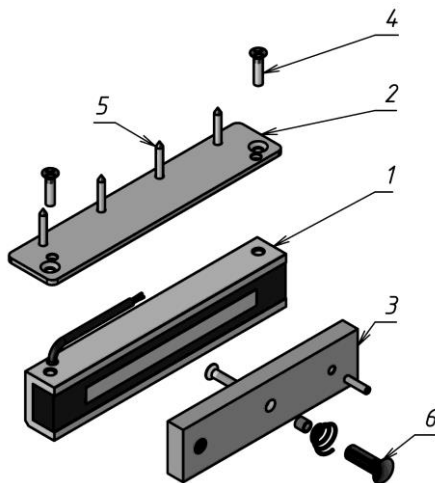

Рисунок 1 – Комплект поставки замка
3.1 В комплект поставки замка (рисунок 1) входят:
- корпус (1).....-1 шт.
- пластина (2).....-1 шт.
- якорь (3).....-1 шт.
- винт М6х25 (4).....-2 шт.
- саморез 4,8х30 потай. (5).....-4 шт.
- комплект крепления якоря (6):